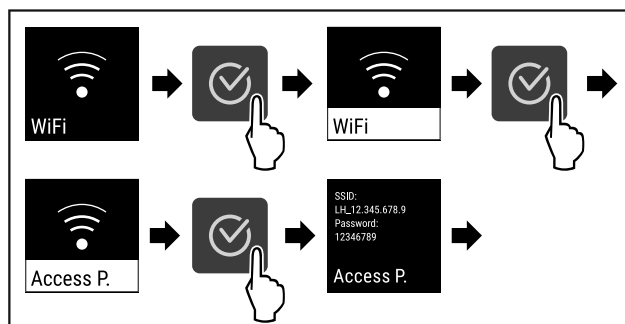

Fig. 84
- Proveďte akční kroky (viz Fig. 84).